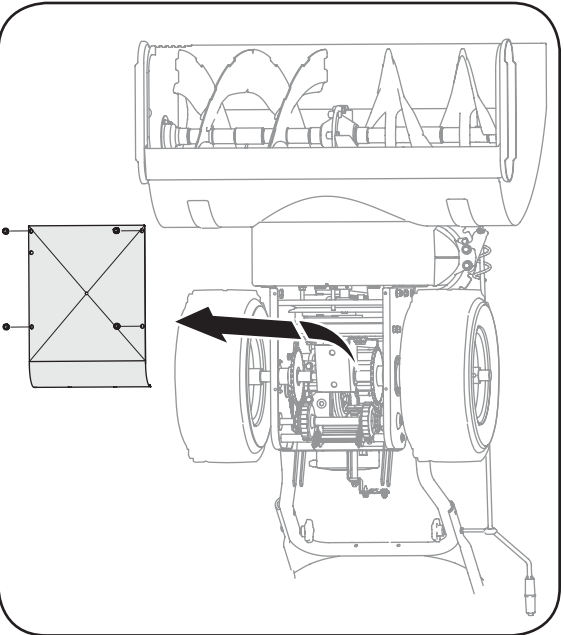

Figure 5-2
2. Retirez le couvre-châssis du dessous de la souffluse en enlevant les vis auto-tarandeuses. Voir la Figure 5-2.